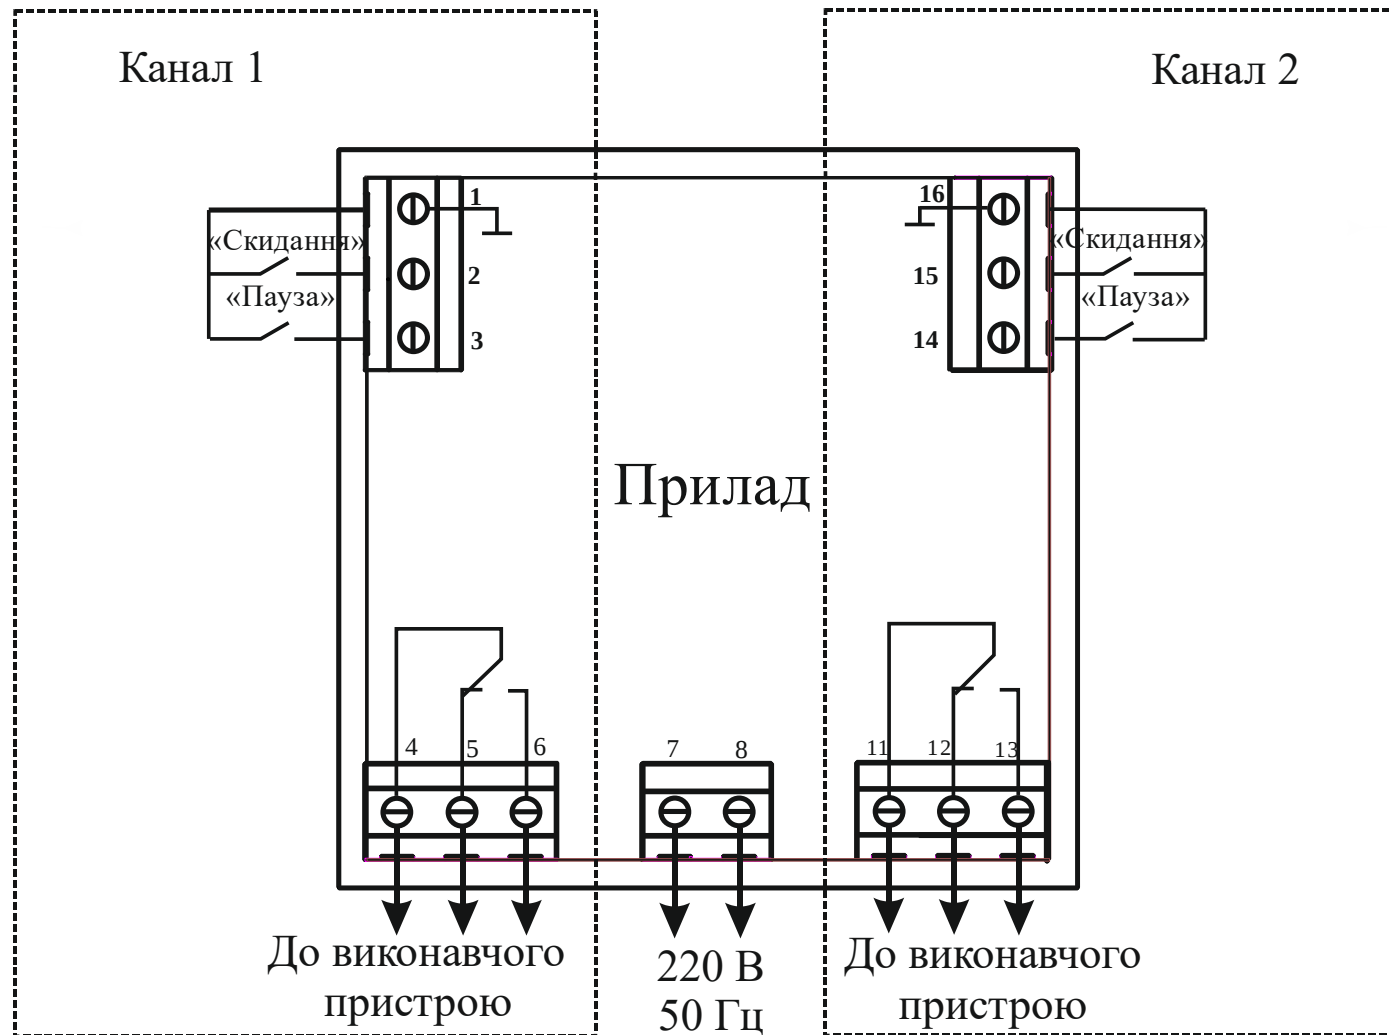

Рисунок 6.1 – Схема підключення джерела живлення і зовнішніх пристроїв
6.3 Проведіть підключення приладу з урахуванням розташування контактів на задній панелі приладу (див. рисунок 6.1).